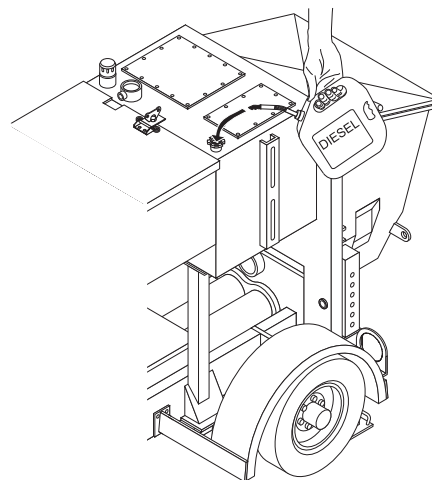

Figura 9. Abasteciendo diesel
2. Si el combustible esta bajo, retire el tapón y llene con **diesel #2** (Figura 9).